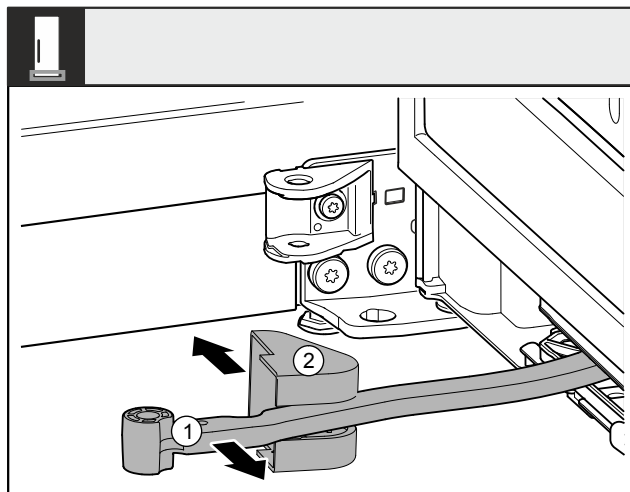

Fig. 10
- ▶ Pagrieziet šarnīru Fig. 10 (1) durvju virzienā.
- ▶ Noņemiet gultņa balsta pārsegu Fig. 10 (2).